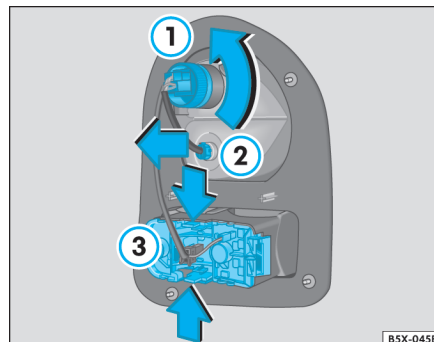

Fig. 131 Conjunto de luz trasera
- Retire el soquete ① ⇒ fig. 131, girándolo en el sentido de la flecha.